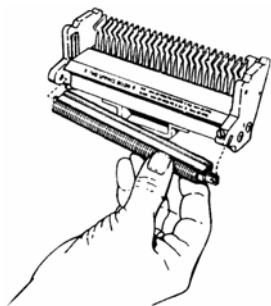

Рис. 6.18. Замена фиксирующей пружины
6.1.17. В сращивающую головку установить фиксирующую пружину, соответствующую диаметру жил и типу изоляции. Замена ее осуществляется ослаблением винта и разворотом пружины в положение, указанное на пленке и грани пружины (рис. 6.18)